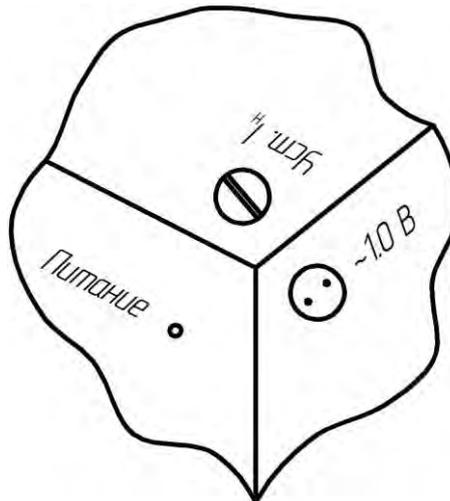

Рисунок 4.3 – Схема установки токовой защиты в пускателе
4.3.2 Настройку уставки токовой защиты в пускателе для защиты асинхронного электродвигателя от перегрузки производить по приложению Г. Перевести переключатель S1 в положение 1 и с помощью потенциометра "Уст. In" (рис. 4.3) установить на контрольных точках "~1.0 В" значение напряжения  $1 \text{ В} \pm 10 \%$ . Перевести переключатель S1 в положение 3, выходной орган механизма должен изменить направление вращения. Отключение двигателя следует контролировать по наличию напряжения, измеренному вольтметром PV, или по шуму механизма.